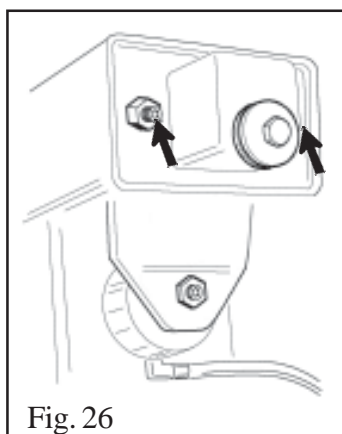

Fig. 26
Se la torretta integrale lavora troppo lontana o troppo vicina al cerchio, in senso orizzontale, è necessario effettuare la regolazione della piastra di bloccaggio intervenendo sulle viti STEI indicate dalla freccia nella fig. 26 fino ad ottenere una distanza di 2 mm. Svitare i dadi, regolare le viti e serrare il dadi che bloccano le viti stesse.
If the mounting head is working too far or too close to the rim, in horizontal direction, it is necessary to adjust the locking plate by acting on the nuts shown in figure 26 until 2mm. distance is reached.
Si la tête de montage travaille trop loin ou trop près de la jante, dans le sens horizontal, il faut régler la plaque de blocage en agissant sur les écrous indiqués par la fig. 26 jusqu'à obtenir une distance de 2mm.
**WICHTIG:** Solltet das Montierwerkzeug waagrechtswise zu fern oder zu nah der Felge arbeiten, so es ist nötig die Einstellung der Blockierungsplatte auszuführen, beim Zutun der Mutter, wie in Abb. 26, bis eine Weite von 2 mm erreicht wird.